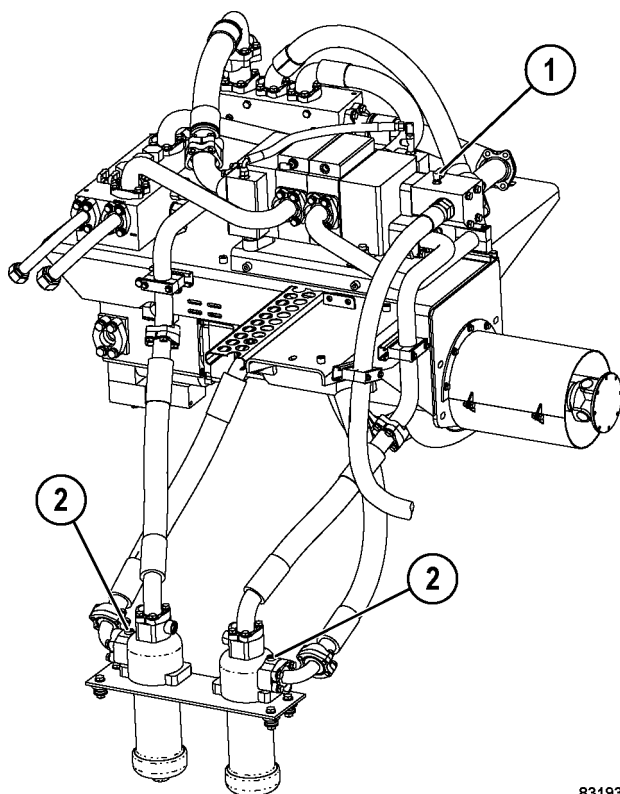
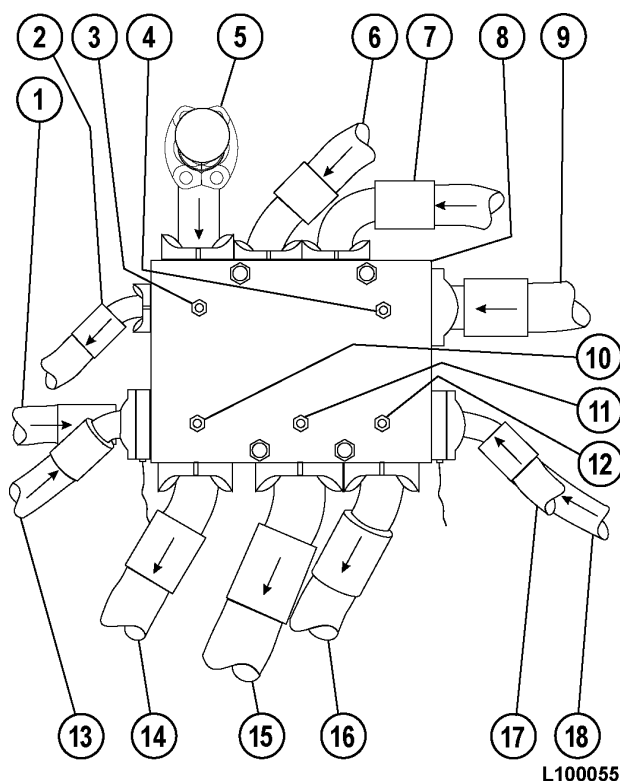

FIGURA 10-12. PUERTOS DE PRUEBA DE LA PRESIÓN
FIGURA 10-15. MÚLTIPLE DE ACEITE DE RETORNO DE FRENOS Y LEVANTE
1. Instale un medidor de presión baja de 1000 kPa (100 psi) en el puerto de prueba del circuito de enfriamiento de frenos (1, Figura 10-12) en la parte delantera de la válvula de levante para monitorear la presión del aceite de enfriamiento del freno delantero.
3. Instale un medidor de 25 000 kPa (3500 psi) en cada puerto de prueba de presión del filtro de la bomba de levante (2, Figura 10-12).
4. Instale un medidor de presión baja de 1 000 kPa (100 psi) en el puerto de prueba (3, Figura 10-15) en el múltiple de retorno del freno/levante
- ☐ La presión en el circuito de enfriamiento del freno delantero (1, Figura 10-12) y el circuito de enfriamiento del freno trasero (3, Figura 10-15) debe ser aproximadamente 172 kPa (25 psi) o menos.